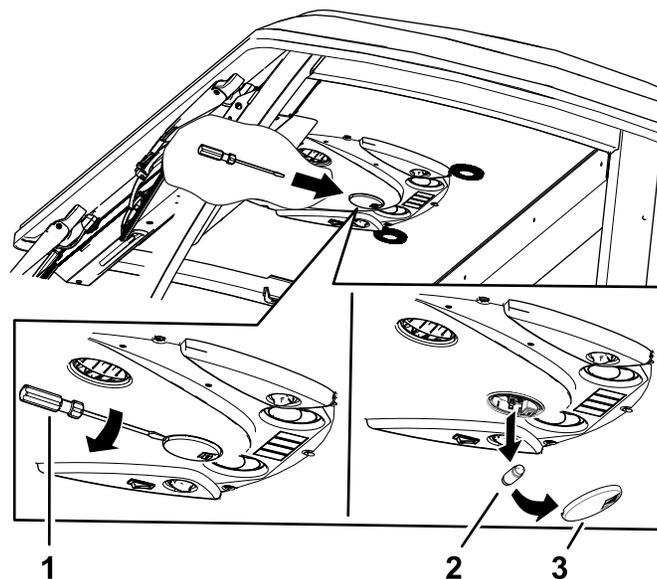

Figura 84
1. Rimuovete il vetro della luce dal quadro di comando con un cacciavite (Figura 84).
2. Rimuovete la lampadina dalla base della luce (Figura 84).